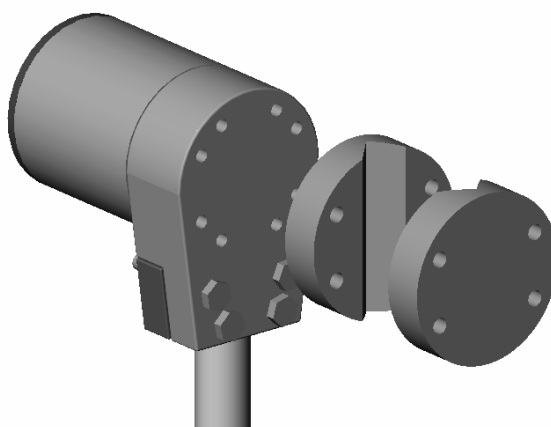

Figure 6 – Démontez les cales de serrage de la barre de montage pour une installation sur le mixeur
- Desserrer et enlever les 4 boulons maintenant les deux cales de serrage sur la tête (pour serrer l'appareil sur la barre carrée), et démonter les cales de serrage comme le montre la Figure 6. En fonction de la configuration, il serait peut-être nécessaire de tourner les cales de serrage soit pour une fixation verticale soit pour une fixation horizontale sur la barre carrée